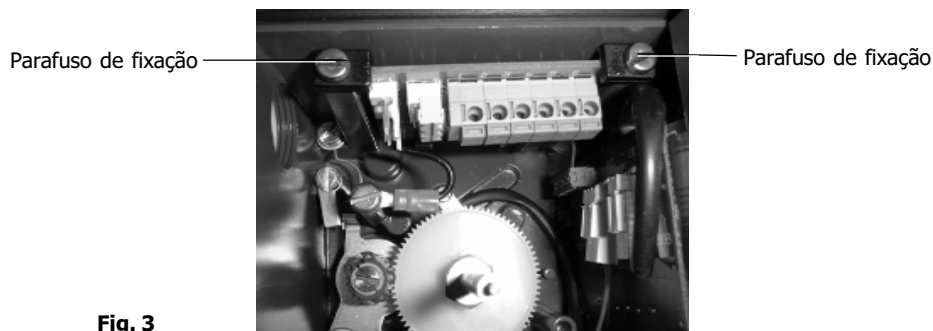

Fig. 3
4.2.3 Solte os dois grampos de fixação de plástico dentro da caixa do SP2 (ver Fig. 3).